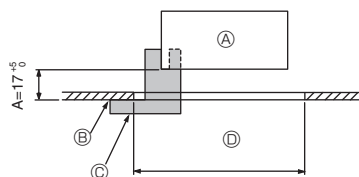
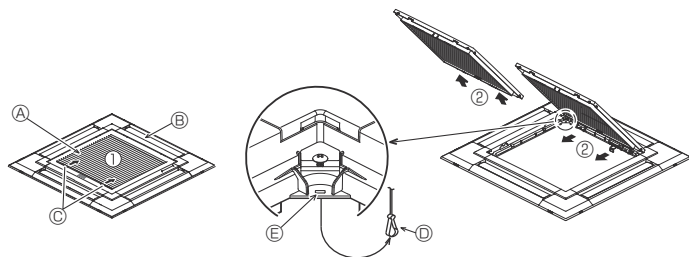
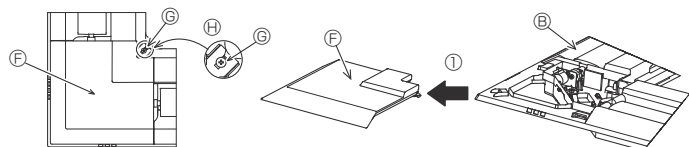

Fig. 9-2
Fig. 9-3
Fig. 9-4
①	Grill	1	950 × 950 (mm)
②	Installationstolk	1	(Indelat i 4 delar)
③	Trådlös fjärrkontroll	1	för PLP-6EALM
④	Fjärrkontrollens hållare	1	Ingår i enheter med trådlös fjärrkontroll.
⑤	LR6 AA-batterier	2	Ingår i enheter med trådlös fjärrkontroll.
⑥	3,5 × 16 självgående skruvar	2	Ingår i enheter med trådlös fjärrkontroll.
9.2. Förberedelser för fäste av grillen (Fig. 9-2)
- Använd tolken ② som medföljer satsen för att justera och kontrollera placeringen av huvudenheten i förhållande till takytan. Om huvudenheten inte är korrekt placerad i förhållande till takytan kan luftläckage uppstå eller kondens samlas.
- Ⓒ Installationstolk ② (isatt i huvudenheten)
9.2.1. Demontering av insugsgrillen (Fig. 9-3)
- Skjut armarna i den riktning som visas på pilen ① för att öppna grillen.
- Med insugsgrillen i läge "öppen", ta bort gångjärnen på insugsgrillen från grillen som visas med pilen ②.
9.2.2. Demontering av hörnpanel (Fig. 9-4)
- Lossa de 4 skruvarna på hörnpanelen. Skjut hörnpanelen i pilens riktning ① i figuren och ta bort hörnpanelen.
[Fig.9-3] [Fig.9-4]